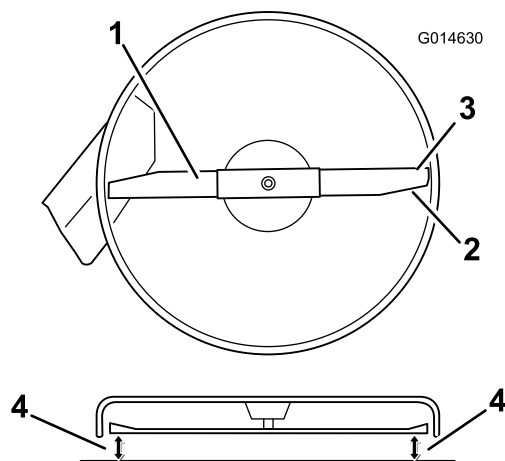

Figura 49
- Rode cuidadosamente a lâmina para que todas estejam alinhadas (Figura 49).
- Meça entre as extremidades de corte exteriores e a superfície plana (Figura 49). Se ambas as medições não se encontrarem dentro do intervalo de 5 mm, é necessário um ajuste, continue com este procedimento.